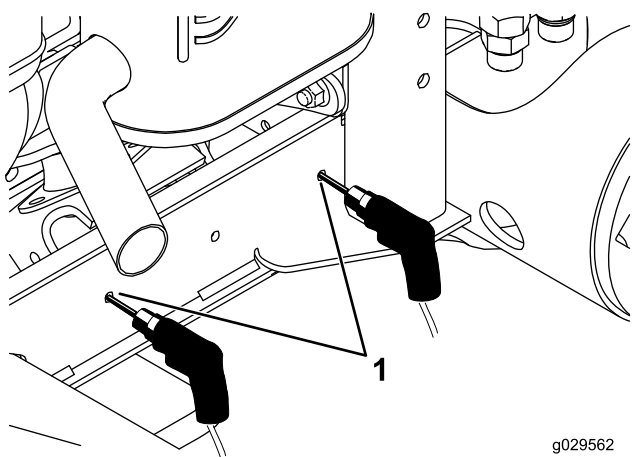

Figura 20
10. Nos locais marcados no passo 8, perfure dois orifícios (diâmetro de 0,71 cm) no canal da estrutura (Figura 20).